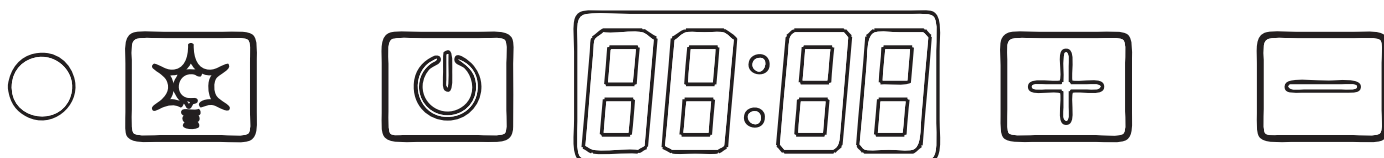

Рис.5
**7.1.1** На декоративном стекле Вашей вытяжки находится сенсорный переключатель режимов работы двигателя и ламп (рис.5).